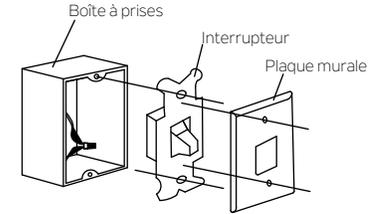

Fig. 22
Étape 1. Retirer la plaque murale présente et l'ancien interrupteur de la boîte à prises murale. Joindre les fils NOIRS (sous tension) avec un écrou et les introduire à l'intérieur de la boîte à prises. (Fig. 22) ou sélectionner l'emplacement avec une nouvelle boîte à prises murale.